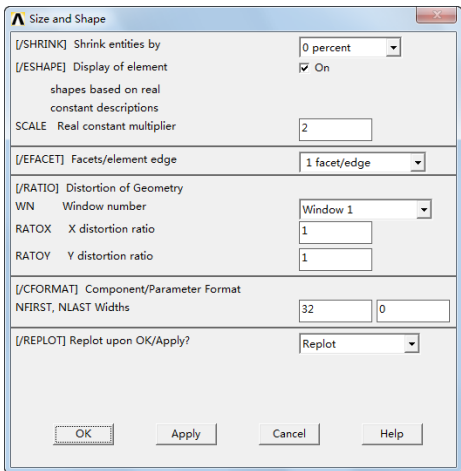

图 16-27 “Size and Shape”对话框
⑩显示当前设计: Utility Menu > PlotCtrls > Style > Size and Shape 命令, 弹出“Size and Shape”对话框, 单击“Display of element shapes based on real constant description”后面的复选框, 使其为“On”。在“Real constant multiplier”后面的文本框中输入 2, 如图 16-27 所示, 单击“OK”按钮。